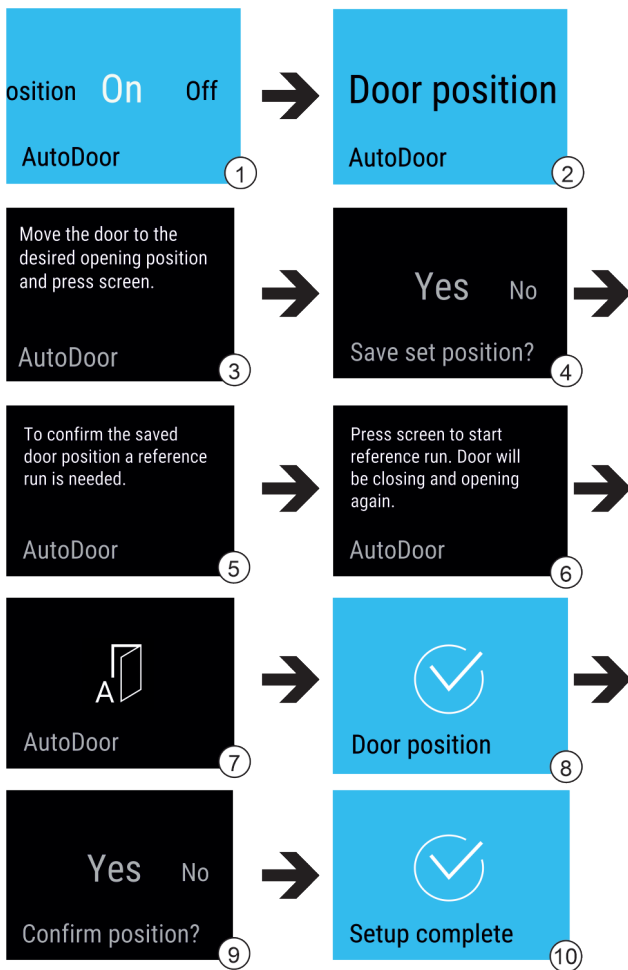

Fig. 17
- ▶ Выберите функцию AutoDoor. Fig. 17 (1)
- ▶ Смахивайте индикацию на дисплее, пока не появится Door position. Fig. 17 (2)
- ▶ Сконфигурируйте угол открытия двери: откройте дверь минимум на 70°. Fig. 17 (3)
- ▶ Подтвердите угол открытия двери: коснитесь сообщения на двери. Fig. 17 (4)
- ▶ Запустите возврат в исходное положение: коснитесь дисплея. Fig. 17 (6)
- ▷ Дисплей мигает. Fig. 17 (7)
- ▷ Возврат в исходное положение произведен успешно: Дисплей на 2 секунды становится синим. Fig. 17 (8)
- ▶ Подтвердите угол открытия двери. Fig. 17 (9)
- ▷ Дисплей станет синим. Fig. 17 (10)